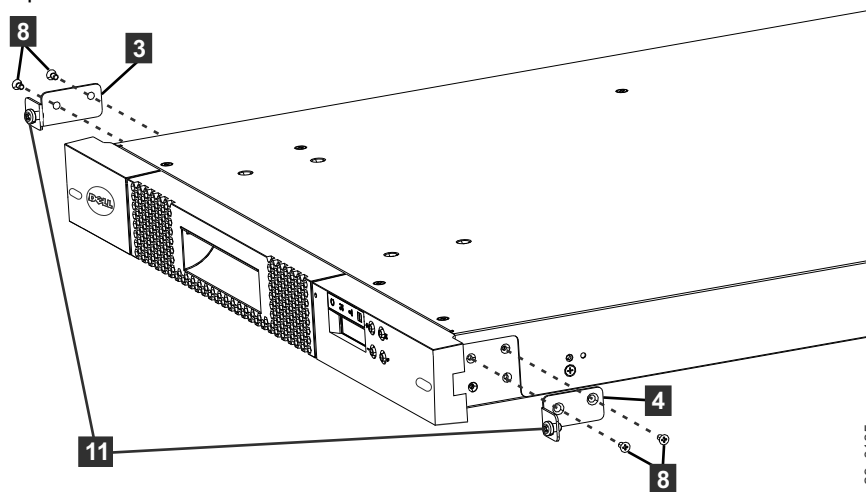

Figure 11. Assemblage des fixations avant au châssis de la bandothèque
- Fixez les supports arrière gauche **3** et droit **4** (Figure 11, à la page 25) à l'avant du châssis de la bandothèque avec 2 vis à tête plate **8** de chaque côté. Utilisez les deux trous de vis situés en haut de chaque côté. La bride de chaque support avec les vis installées (**11**) s'insère dans la découpe de chaque côté du panneau.